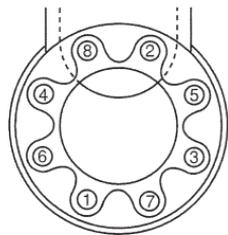
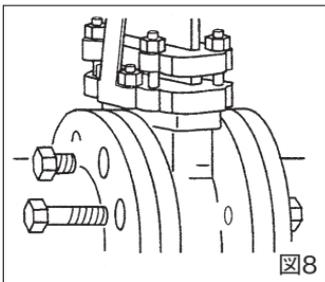

図7
図8
M. 天地状態でボルト②・⑧を挿入し、バルブが落下しないようにしてください。次に他のボルトを順次挿入してください。配管ボルトを締め付ける場合は、均等な力で平均に締め付ける必要があります。図7①～⑧のように対角線上のものから交互に均等な力で締め付けてください。片締めはモレの原因となります。(図7)
N. 336D型ではバルブの構造上、配管ボルトの長さが箇所により異なります。指定箇所に、指定より長いボルトを使用するとバルブの損傷の原因となります。図7の場合は②・⑧の一次側、二次側のボルト寸法が短くなります。また、本数はサイズにより異なります。(図8) (製品には注意シールが貼付されております。)